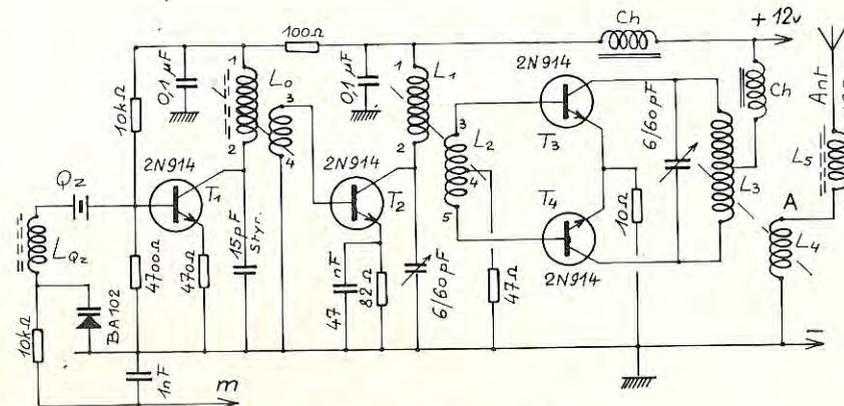
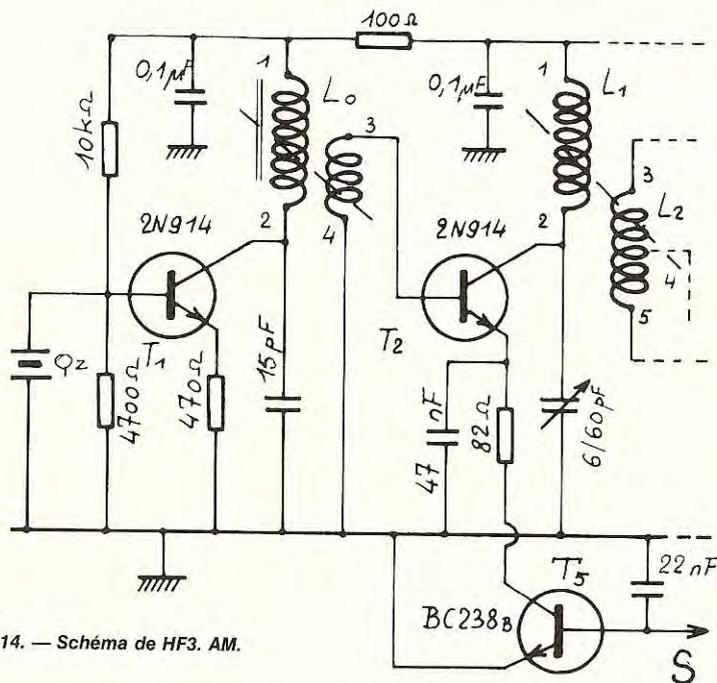

Fig. IV-13. — Schéma de HF3. FM.
Fig. IV-14. — Schéma de HF3. AM.
2. Le schéma (Fig. IV-13)
Remarquons immédiatement la différence existant entre les versions AM (fig. IV-14) et FM (fig. IV-13). Dans le premier cas, le quartz retourne à la masse directement. Le pilote oscille sur la fréquence marquée et cette fréquence est parfaitement stable. Au contraire, dans le cas de la FM, le quartz ne retourne à la masse que par l'intermédiaire d'une diode spéciale, type Varicap. Cette diode est une sorte de condensateur variable, commandé non pas mécaniquement, mais par une tension électrique. La tension est inverse, c'est-à-dire que le potentiel positif est appliqué à la cathode : plus la tension est élevée et plus la capacité de la diode est faible. Lorsque la tension est nulle, la diode présente une capacité maximum. Ainsi, avec une BA102, utilisée ici, une tension de + 8 V donne une capacité de quelque 20 à 25 pF et une tension nulle, une capacité de 50 à 60 pF.
En AM, c'est sur l'étage driver que s'appliquera la modulation. (Voir fig. IV-14.) Le retour de T_2 se faisant à travers T_3 , la HF ne sera transmise au PA, que si ce transistor est conducteur, c'est-à-dire si sa base est polarisée positivement. Le débit de T_2 étant assez faible, un simple transistor au silicium suffit pour cette fonction.